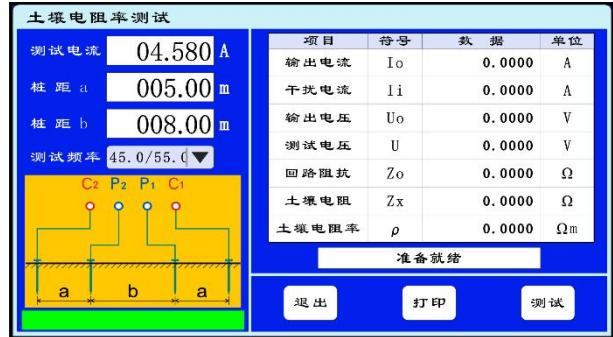

图 4-8
点击主菜单上的“土壤电阻率”按钮进入土壤电阻率的测试界面（如图 4-8）；屏幕左边显示仪器外部接线示意图，左上方显示要设置的测试电流、桩距 a、桩距 b 和测试频率。土壤电阻率的测量方法有很多，本仪器所采用的是四极非等距法。如图 4-8 所示，进行土壤电阻率测量之前，应先对地桩间距 a 和地桩间距 b 两项参数进行设置。测量注意事项：①C1、C2、P1、P2 连接的地桩尽可能和土壤接触好；②四根极棒布设在一条直线上，极棒的间距两侧相等为 a，中间
距离为 b；③极棒与仪器上接线端子的连接顺序不能颠倒；④各极棒的打入地下深度不应超过极棒间距的 1/20；⑤为避免地下埋设的金属物对测量造成的干扰，在了解地下金属物位置的情况下，可将接地棒排列方向与地下金属物（管道等）走向呈垂直状态。确认接线无误后开始测试，测试完成后，在右侧显示全部测试结果（如图 4-8）。测试结果仪器会自动保存，用户无需手动保存。如需打印数据，点击“打印”按钮即可打印输出当前显示的数据。